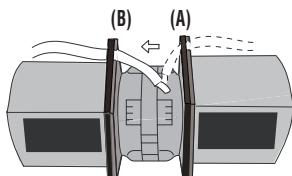

Figura 9B
4. Vuelva a colocar el cable del ventilador de (A) a (B). Vea la Figura 9B de la página 5. Coloque nuevamente la unidad del ventilador de la campana en el horno. **Tenga cuidado de no atrapar el cable y la unidad del ventilador de la campana.** Vea la Figura 9C de la página 5.